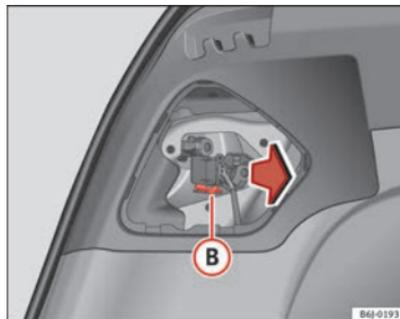

Abb. 180 Lampenträger ausbauen
- Ziehen Sie den Lampenträger durch Drücken der Halteclips (B) ⇒ Abb. 180 heraus.